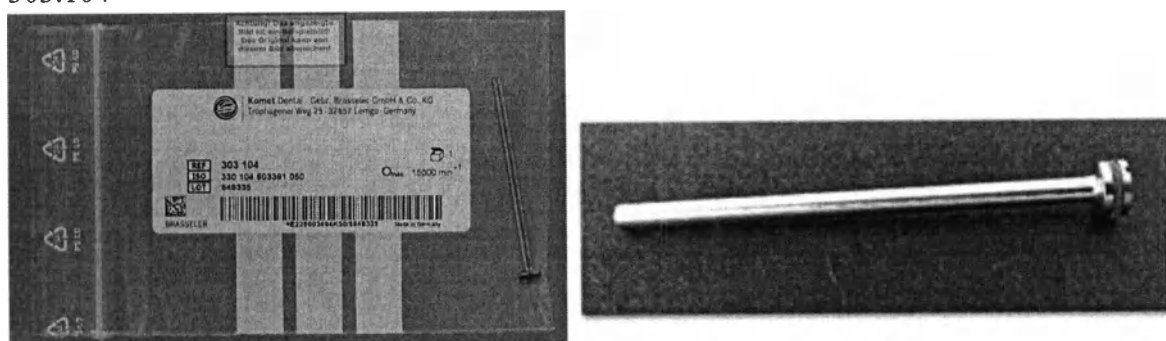

Рис.13
1. Держатель для дисков (Рис.13)